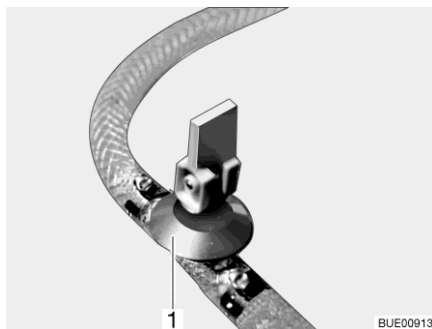

Fig. 171 Rubinetto di scarico (con leva a bilanciare)
- Aprire tutti i rubinetti di scarico. A tale scopo, posizionare la leva a bilanciare del rubinetto di scarico (Fig. 171,1) in verticale.